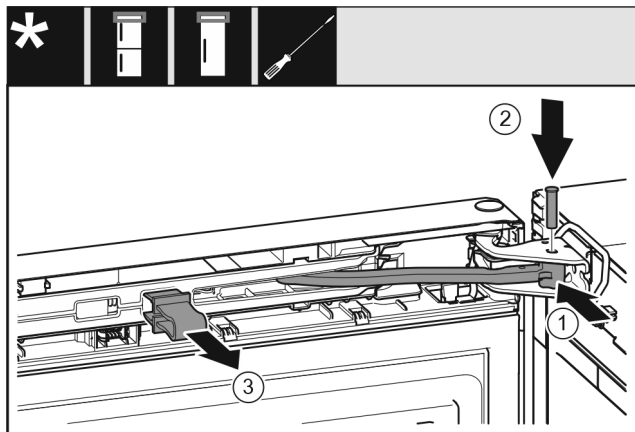

Fig. 26
- ▶ Pagrieziet šarnīru gultņa balstā. Fig. 26 (1)
- ▶ Ievietojiet tapu gultņa balstā un šarnīrā. Uzmaniet, lai aiztura izcilnis pareizi atrastos rievā. Fig. 26 (2)
- ▶ Noņemiet aizturi. Fig. 26 (3)